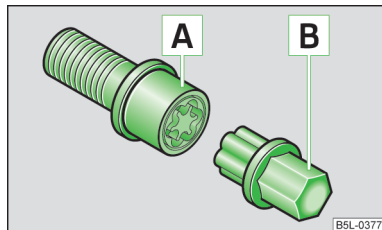

Fig. 144
- > Introduceți adaptorul [B] » fig. 144 cu partea zimțată până la limită pe dantura interioară a șurubului antifurt [A], astfel încât să se mai vadă doar partea sa hexagonală.